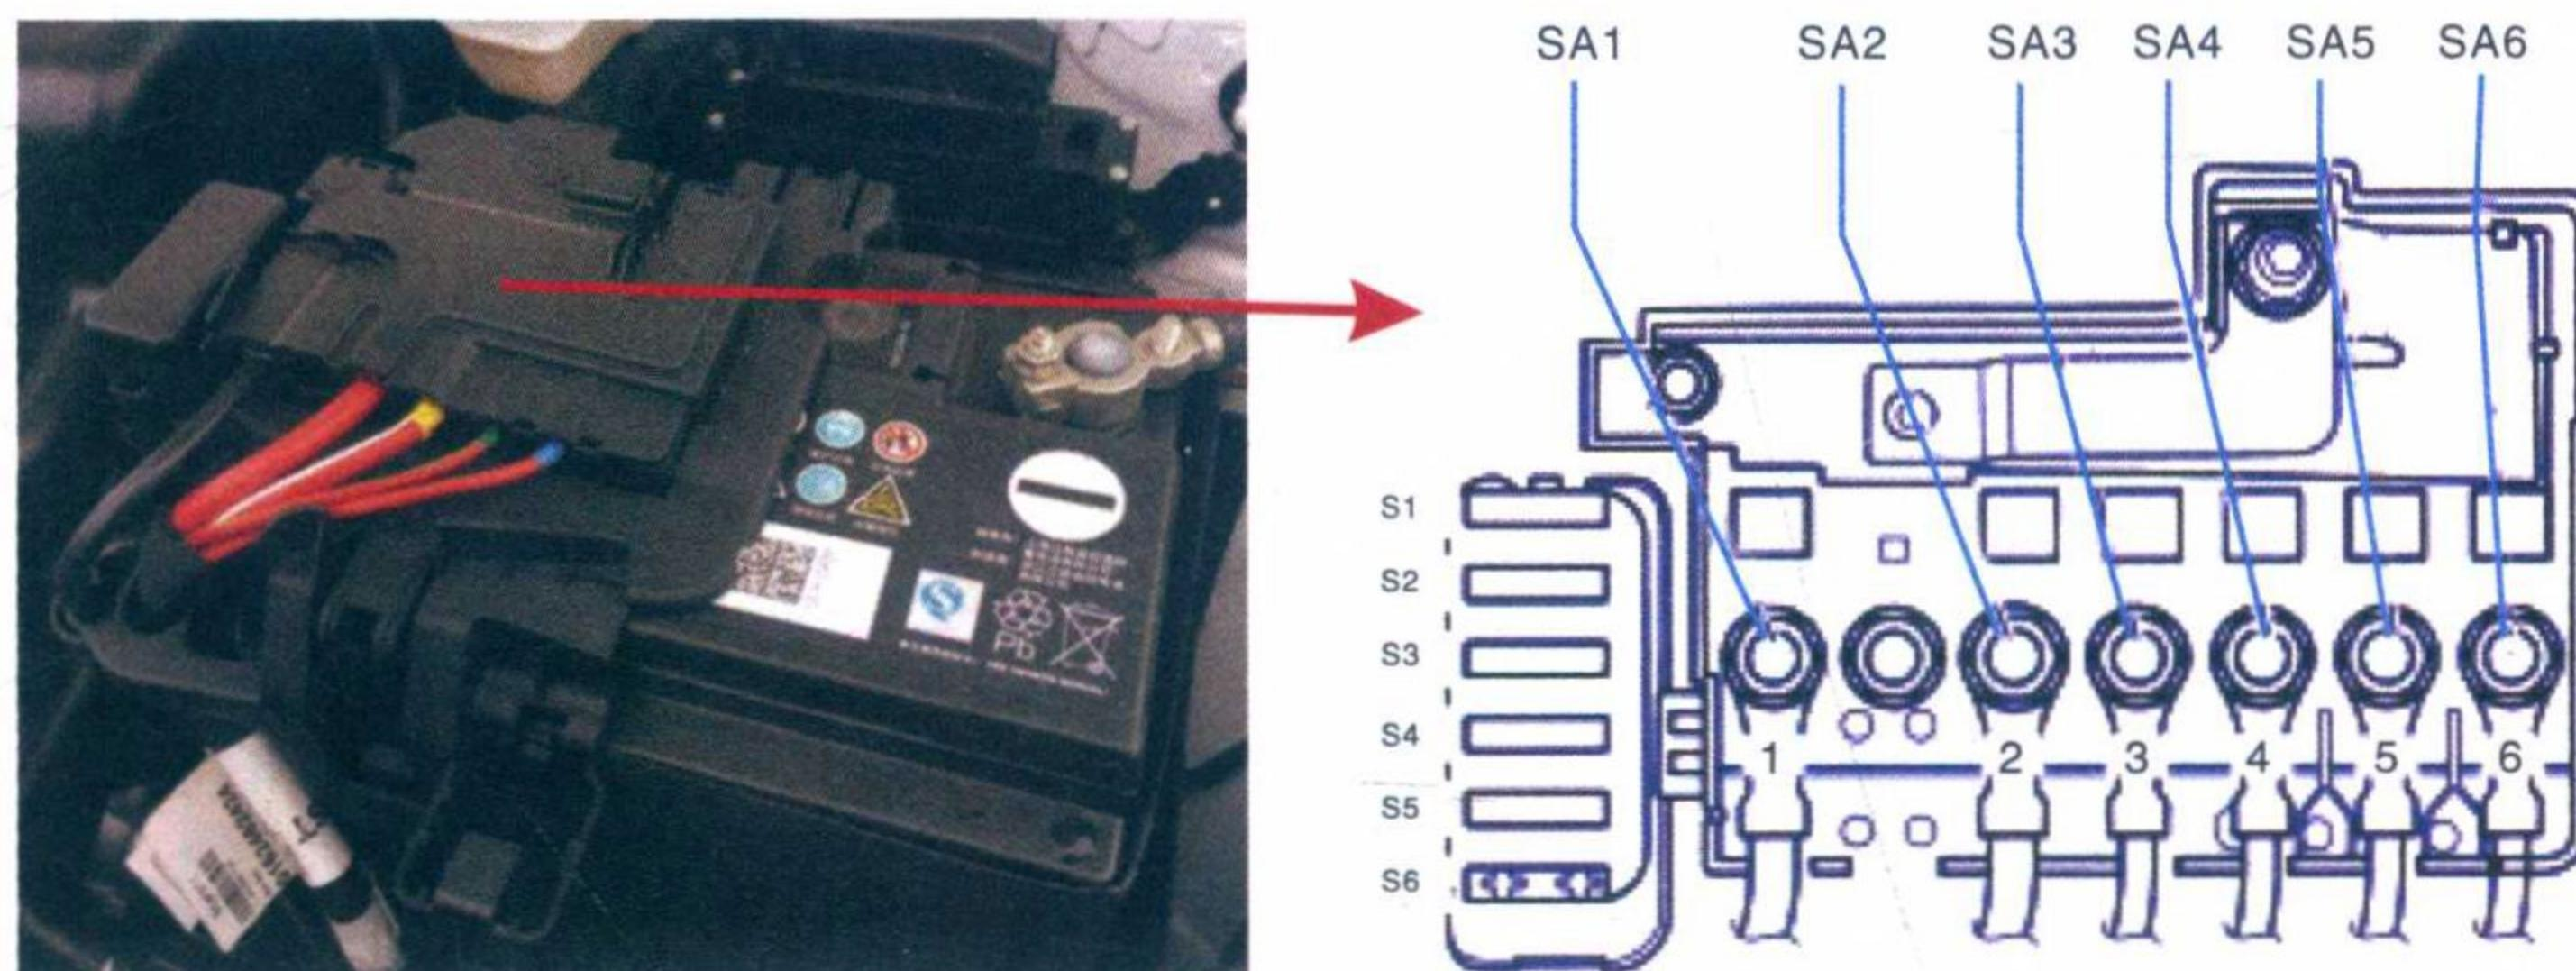

图 1-3 大众 POLO 大电流配电盒
2) 在汽车上,通常通过配电盒来分配电力。大电流配电盒安装有大电流熔丝,通常位于发动机舱盖下的蓄电池附近,如图 1-3 所示。依据不同的制造商,小电流熔断器通常设置在车辆各处的熔丝盒内。两者皆用来固定熔断器,并为各个电路提供电力。